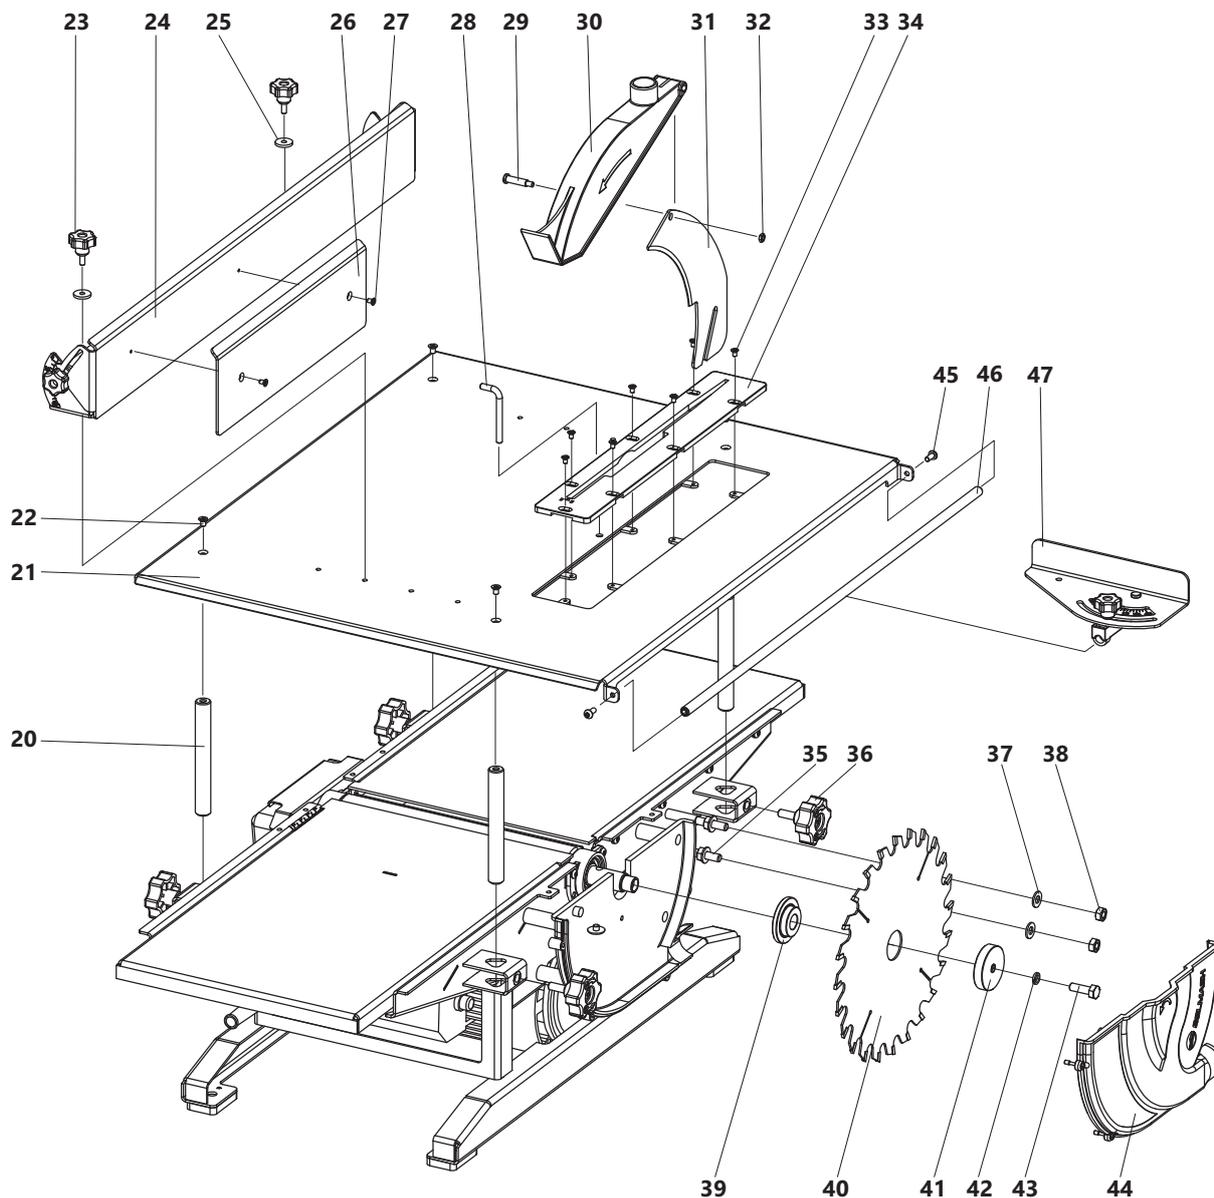

Рисунок 5. Схема сборки станка на операцию пиления
| Болт М8×25 ГОСТ 7805-70  | 1               | рис.5, поз. 43         |
| Винт М4×7 ГОСТ 17475-80  | 7               | рис. 5, поз. 33        |
| Винт М5×8 ГОСТ 17475-80  | 6               | рис. 5, поз. 22, 27    |
| Винт М5×12 ГОСТ 28963-91   | 2               | рис. 5, поз. 45        |
| Гайка М5 ГОСТ 5915-70  | 1               | рис. 5, поз. 32        |
| Гайка М8 ГОСТ 5915-70  | 4               | рис. 5, поз. 38        |
| Шайба 8 ГОСТ 6402-70   | 1               | рис. 5, поз. 42        |
| Шайба 8 ГОСТ 11371-78  | 4               | рис. 5, поз. 37        |
| Диск пильный Ø250×Ø32×3, z=24  | 1               | рис. 5, поз. 40        |
Перед началом работы следует произвести подготовку и наладку станка (рис. 5).
Для установки необходимо (рис. 5):
- навернуть гайки 38 (рис. 5) на резьбовые стержни 35, установить шайбы 37;
Для установки и регулировки необходимо (рис. 5):
Для установки и настройки необходимо (рис. 5):
- расфиксировать ручки 36 (рис. 5), освобождая тем самым систему крепления пильного стола к станку;
- установить дисковую фрезу 49 и прижать обратной стороной опорной шайбой 41 и зафиксировать болтом 43 и шайбой 42 (рис.5);